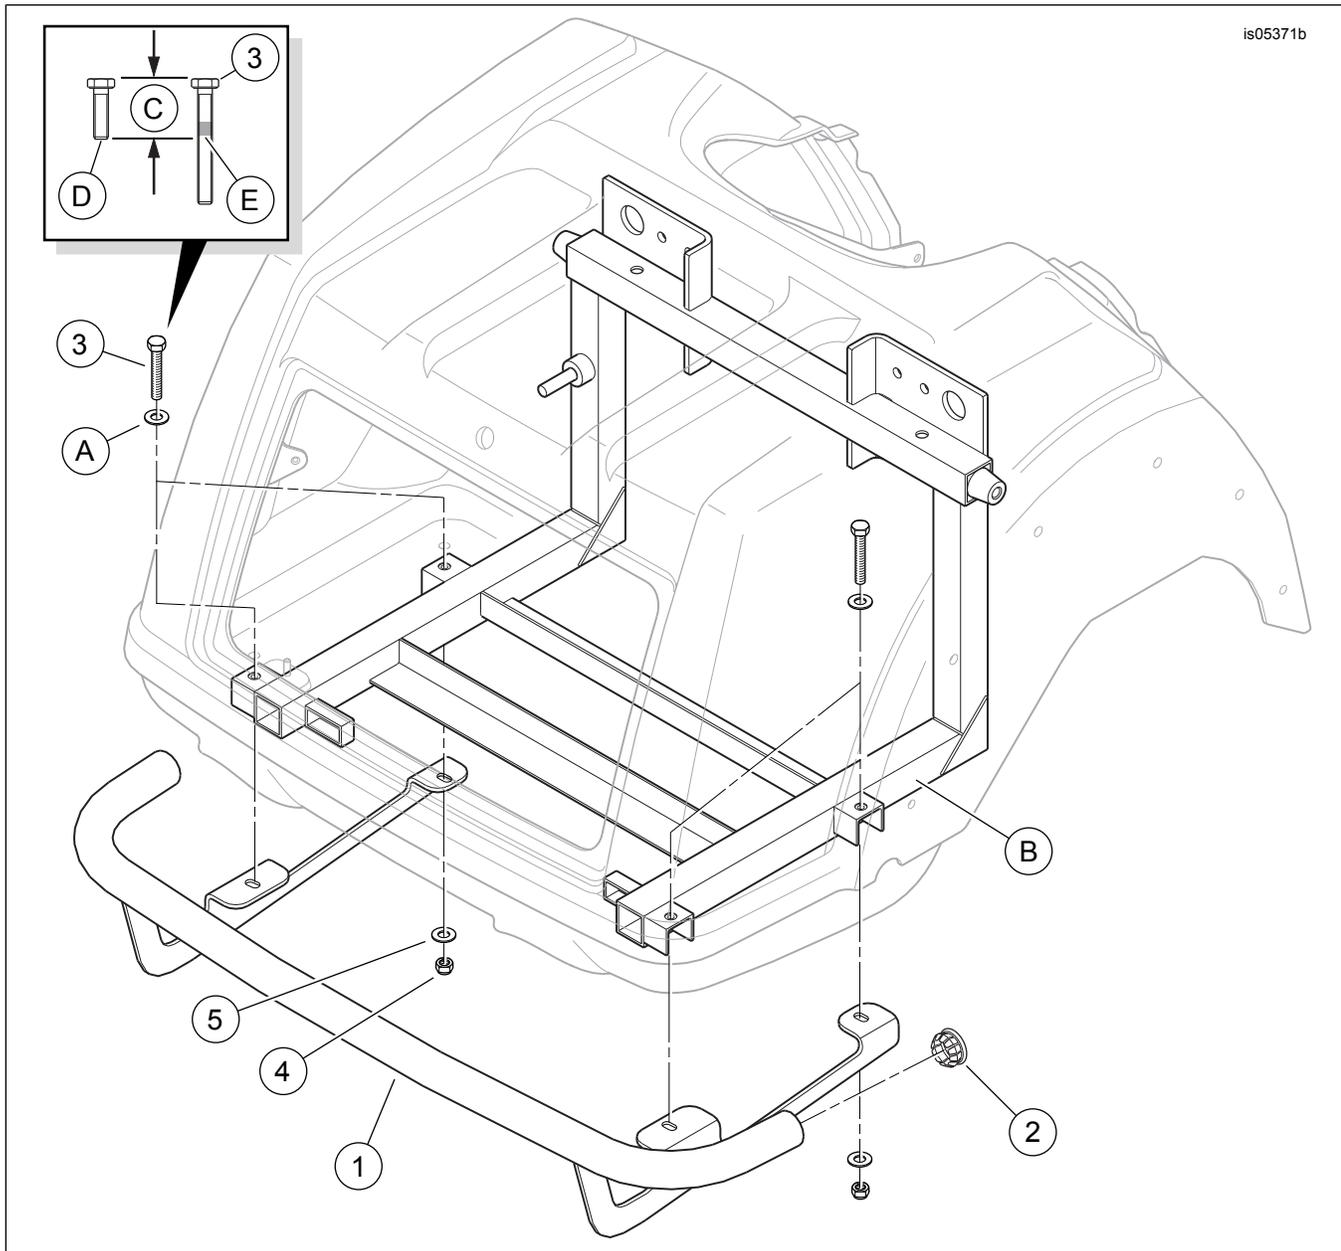

Figure 1. Pièces de rechange : Kit protection arrière de trike
Voir Figure 1 et Tableau 1.
2. Voir Figure 1. Localiser les quatre vis avec rondelles (A) dans le plancher du compartiment du coffre qui maintiennent le corps au cadre arrière. En laissant la rondelle en place, retirer l'une des vis. Mettre de côté la vis pour l'étape suivante, puis éliminer.
3. Voir la figure 1. Appliquer une petite quantité de frein-filet sur la vis (3).